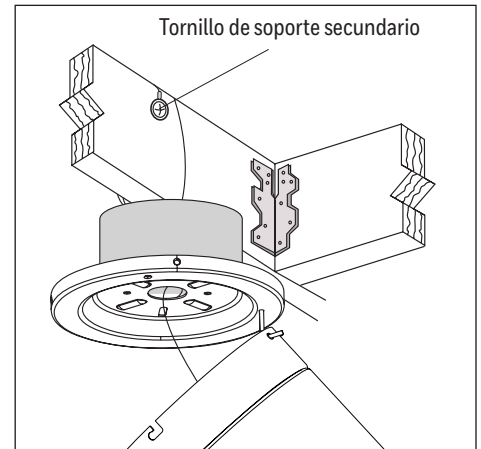

Figura 3.3
3. Apriete el tornillo del soporte secundario para asegurar el cable trenzado (Figura 3.3).